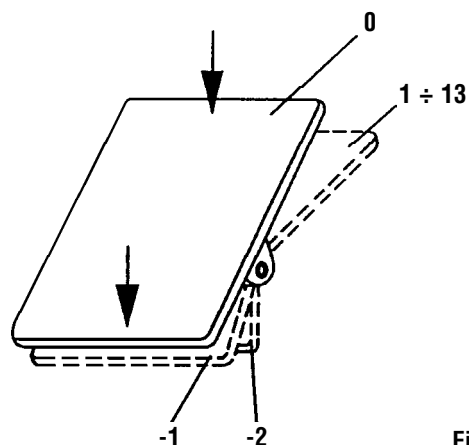

Fig. 14
7.1.1 Par la pédale (positions de la pédale et possibilités des fonctions) (Fig.14)
La position de la pédale est palpée par un palpeur qui distingue 16 niveaux. La signification en est indiquée dans le tableau et voir Fig. 14.